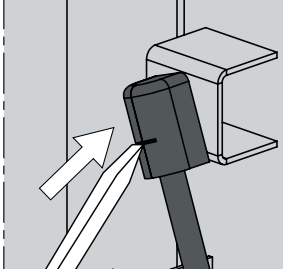
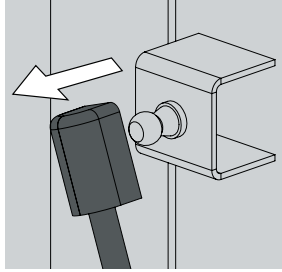

Figure 11
Figure 12
2. Introduisez la lame du petit tournevis dans l'encoche et sous l'agrafe à ressort (figure 11). Forcez l'agrafe vers le haut jusqu'à ce que le goujon à rotule soit dégagé, et sortez le ressort (figure 12). Recommencez le processus pour l'agrafe inférieur.